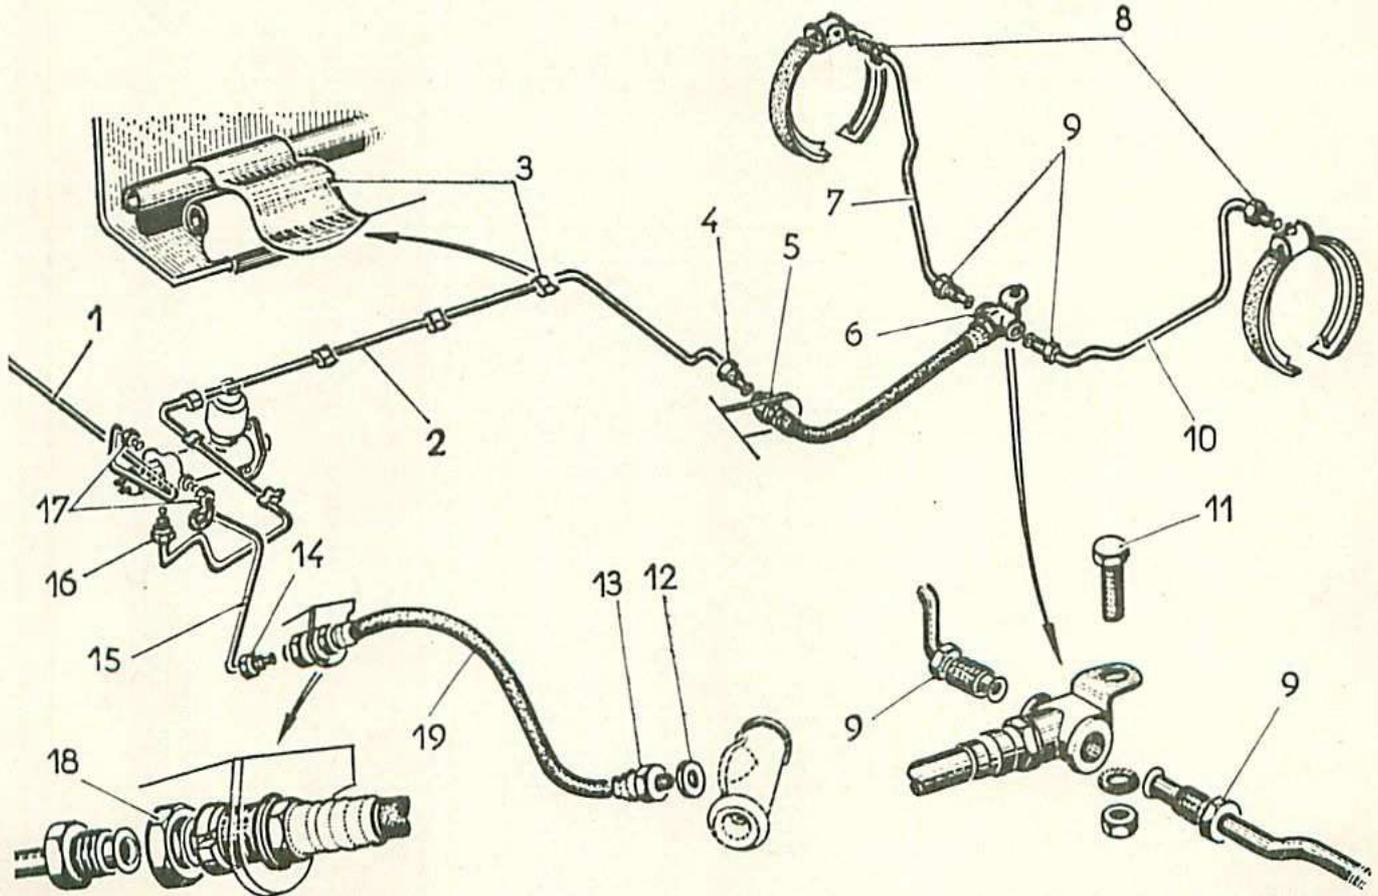

Fig. 17. — Ensemble de canalisations de freins Lockheed sur L1.
- Couper le circuit électrique. Pour la tuyauterie droite, déposer la batterie. Dévisser la vis-raccord (17) fixant la tuyauterie (1) ou (15) sur le maître-cylindre, puis la vis-raccord (14) fixant la tuyauterie sur le flexible (fig. 17). Dégager la tuyauterie.
- Engager la tuyauterie (1) ou (15). Visser à la main les vis-raccord (17) et (14), les bloquer à  $1,3 \pm 0,2$  m.kg.